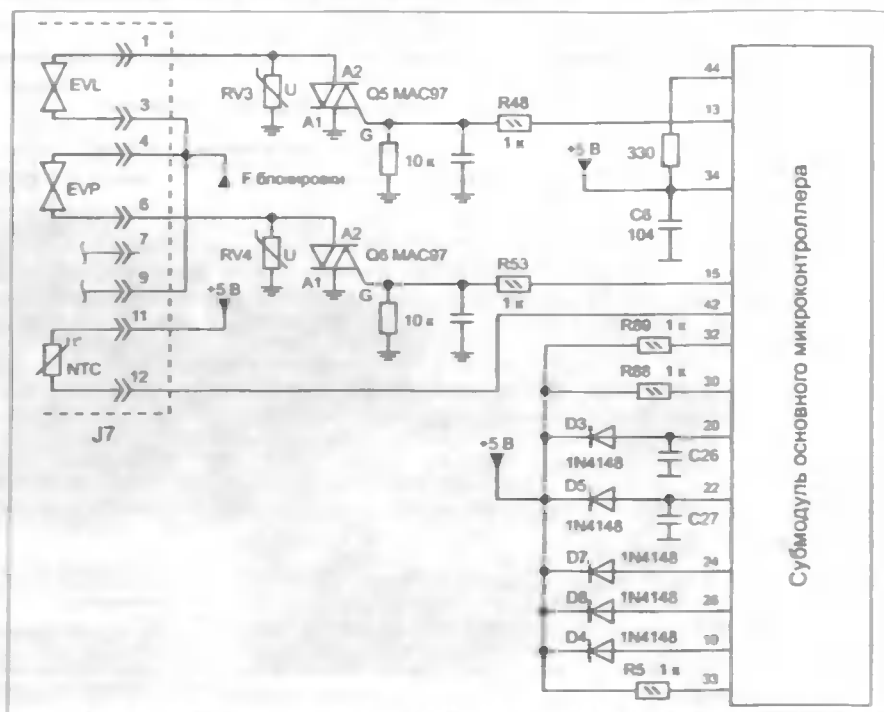

Рис. 3. Принципиальная электрическая схема. Цепь датчика температуры, управляющие цепи клапанов залива воды
- маломощные симисторы управления клапанами залива воды Q5 и Q6 (рис. 3).